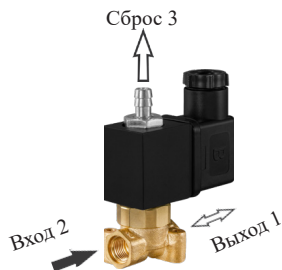
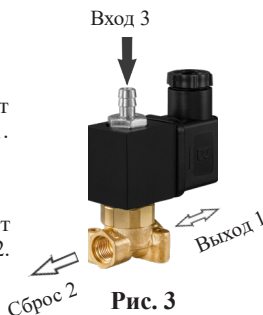

Рис. 2
Рис. 3
- может работать как трехходовой НЗ при давлении до 0,9 МПа (см. рис. 2) или НО при давлении до 2 МПа (рис. 3)
Вход 2 (трехходовой НЗ клапан) (рис. 2):
Вход 3 (трехходовой НО клапан) (рис. 3):